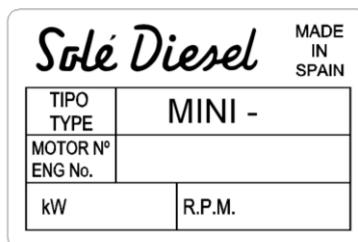

Fig. 1.1
- Localizar la placa (Fig. 1.1) colocada en el motor, indica los datos de identificación.